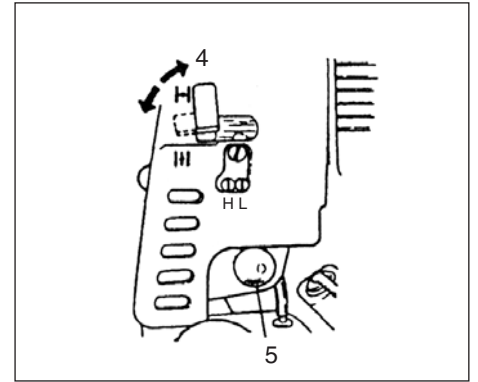

Fig.2-3
(Fig. 2-3)
3. Den Choke in Schließstellung CLOSED schieben (4). (Fig. 2-3)